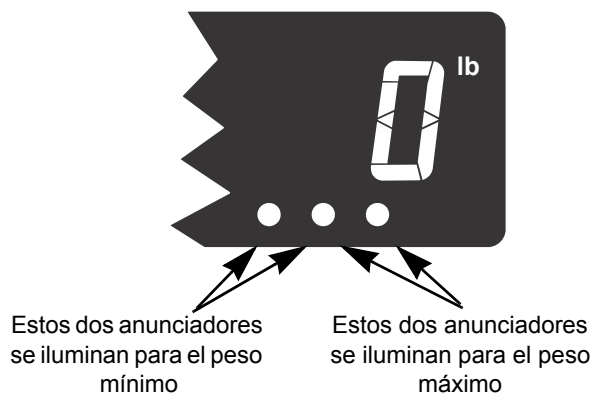

Figura 3.3 Anunciadores mín/máx
Solo se muestra el peso más alto aplicado a la báscula cuando se selecciona la visualización del valor del peso pico. El peso mínimo es designado por un par de anunciadores de *círculo* verde. El peso máximo es designado por un par distinto de anunciadores de *círculo* verde. Consulte Figura 3.3.
1. Presione repetidamente **SELECT (SELECCIONAR)** hasta que se iluminen los dos anunciadores de círculos verdes de la derecha. Consulte Figura 3.3. Esto significa que ahora visualiza el peso pico o máximo.